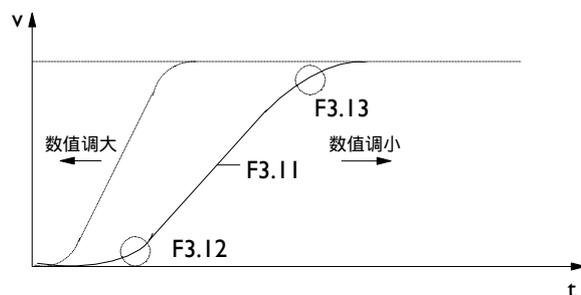

图6-17 S字调整示意图说明
S字调整示意图如图6-17所示：
1. 图6-17为加速段S曲线参数调整示意图。参数值增大时，S曲线变陡，参数值减小时，S曲线变缓；